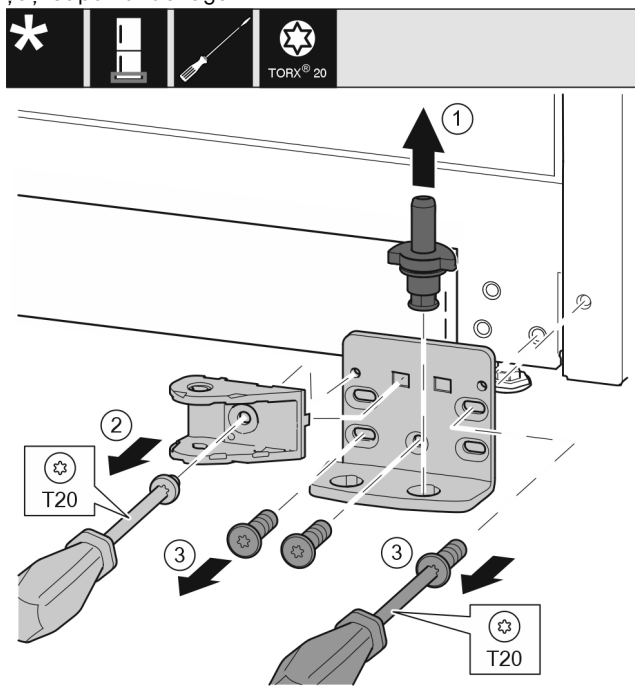

Fig. 40 *
- ▶ Extrageți complet bolțul de lagăr Fig. 40 (1) în sus.*
- ▶ Deșurubați șurubul Fig. 40 (2) cu șurubelnița și detașați îmbinarea amortizorului de închidere.*
- ▶ Deșurubați șuruburile Fig. 40 (3) cu șurubelnița și detașați suportul de lagăr.*